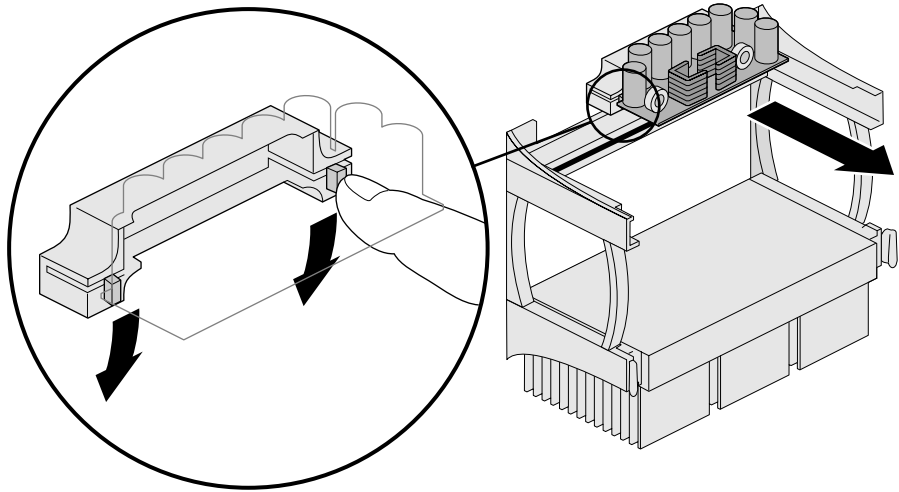

Figure 6-10 Retrait du régulateur de tension du processeur
8. Si vous retirez le processeur secondaire et installez une carte de terminaison, ôtez également le régulateur de tension, comme indiqué à la Figure 6-10.